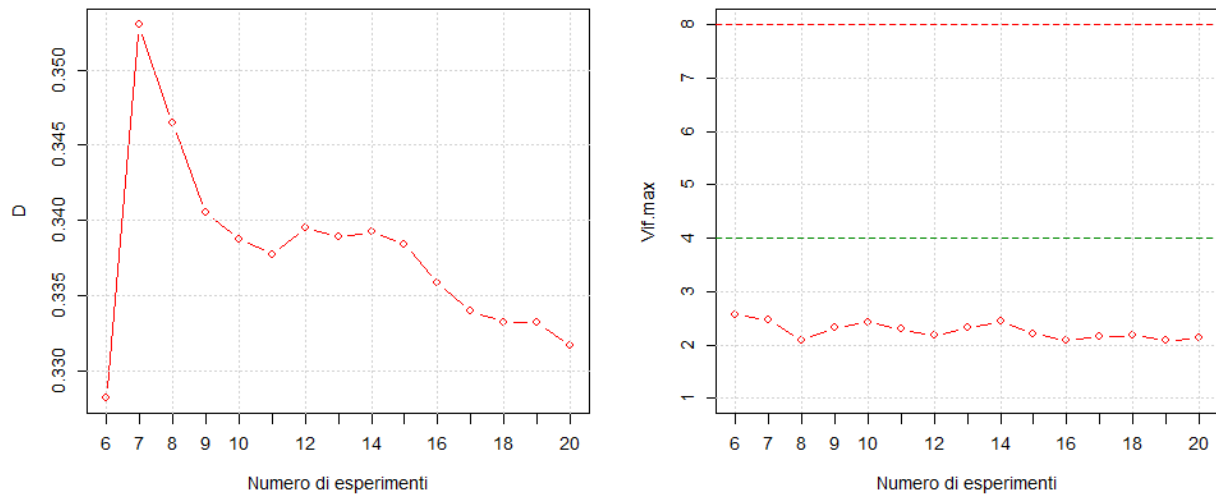
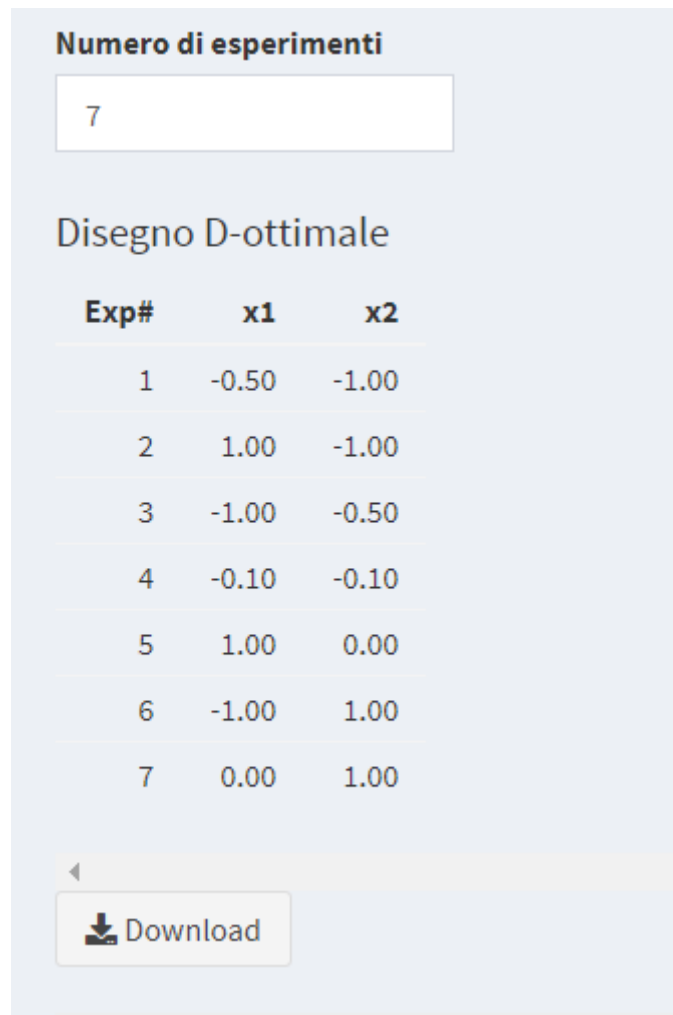
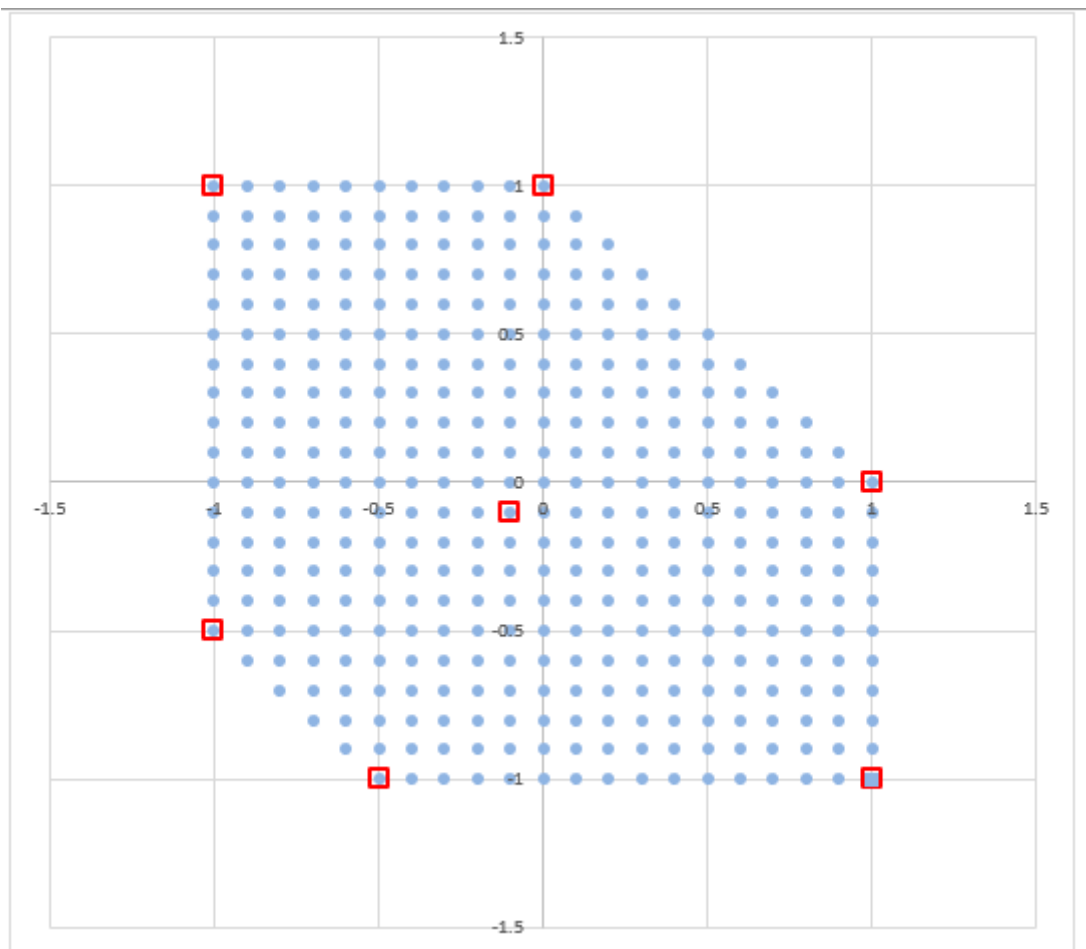

Figura 3: Andamento del parametro D e del VIF massimo in funzione del numero di esperimenti
Figura 4: Disegno D-ottimale
Figura 5: Disegno D-ottimale
che misura la “qualità” del disegno considerato. Si noti che in generale per piani sperimentali multivariati non è vero che all’aumentare di n abbiamo una migliore “qualità” del disegno (cf. Figura 3). Questo criterio vale solo per studi limitati alla misura dell’effetto di un solo fattore. L’indicatore D trova il miglior compromesso tra maggiore informazione (determinante della matrice di informazione) e lo “sforzo” sperimentale (il numero n di esperimenti).
Nella pagina D-ottimale Figura 3 una volta fissato il modello e il numero massimo di esperimenti, cliccando sul bottone Calcola viene determinato il piano sperimentale D-ottimale per ogni numero di esperimenti tra il minimo e il massimo fissati nell'applicativo. Sono anche dati i valori del parametro D definito in (1) e il valore di VIF massimo. Possiamo vedere l'andamento di questi valori in funzione del numero di esperimenti in Figura 3
Come si può vedere in Figura 3 il “migliore” valore di D è dato dal piano con 7 esperimenti Figura 4 e Figura 5